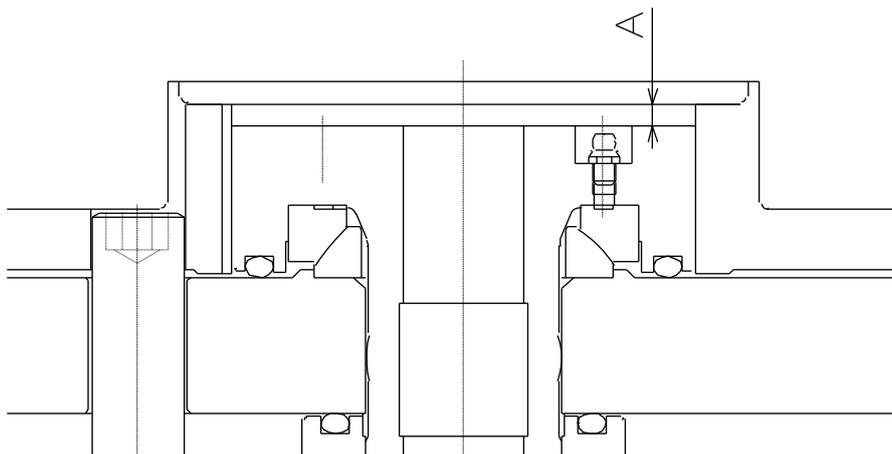

図 11
- ⑤ 【H】連結用ハンドルを用いて、図 11 のように【D】プランジャの位置を調整し、【01】六角穴付ボルトで【S】キーププレートを取り付けます。その後、チャックをフルストロックさせて規定のストロック量が得られていることを確認してください。
- ⑥ 【02】六角穴付ボルトで【N】プランジャカバーを取り付けます。
- ⑦ レバー、バランスピン、心出し治具を取り付けます。